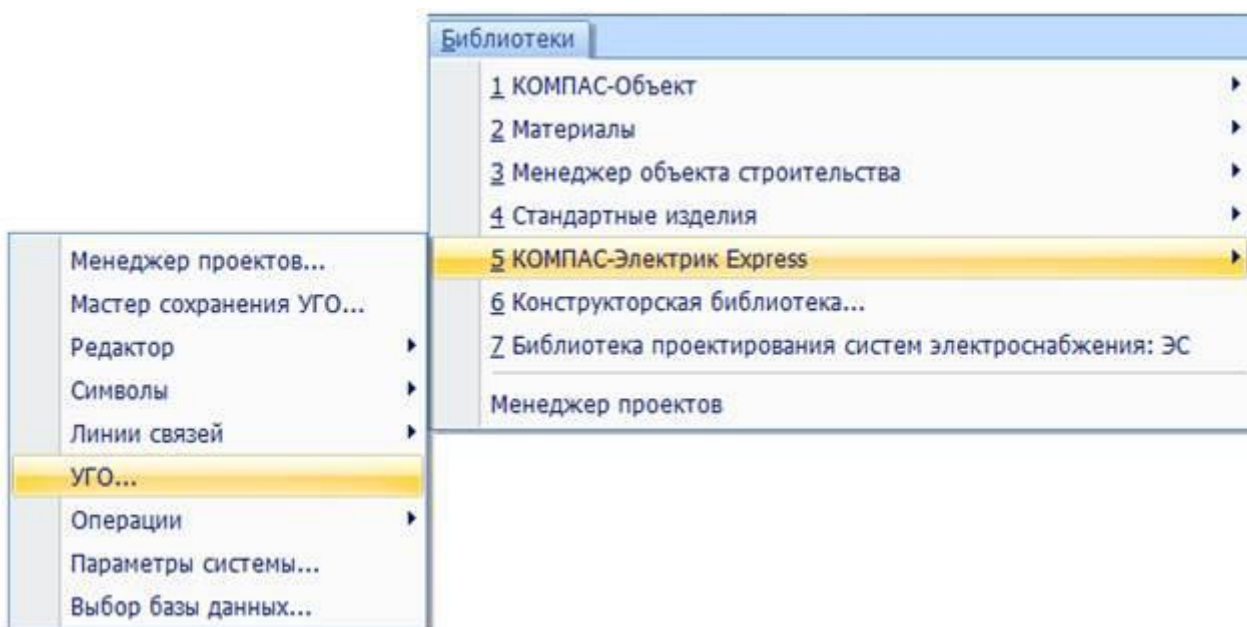

Рисунок 4.7
4.4. Чтобы вставить УГО в чертеж схемы, необходимо выполнить: **Библиотеки** ® **КОМПАС-ЭЛЕКТРИК Express** ® **УГО** (рисунок 4.7).